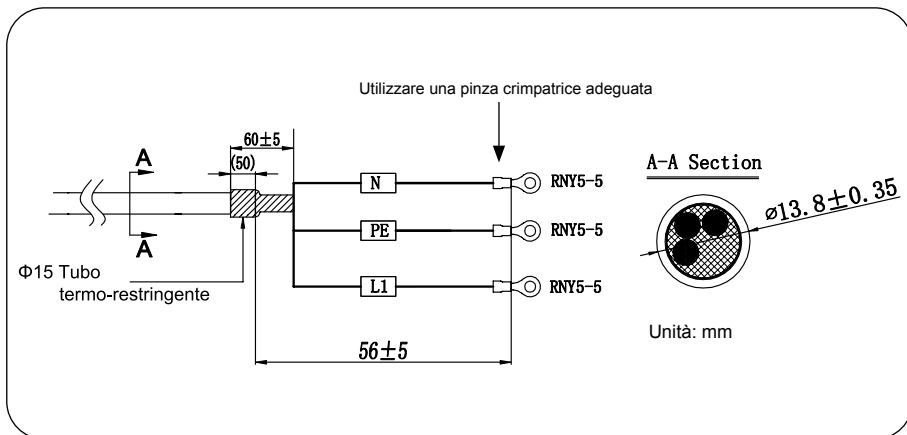

Figura 28
- **A0070230E11 (monofase)** - Si raccomanda l'utilizzo di cavi per l'alimentazione AC 3x6mm² (Range di diametro esterno: 13 ~ 16mm), poi preparati come mostrato in Figura 28.